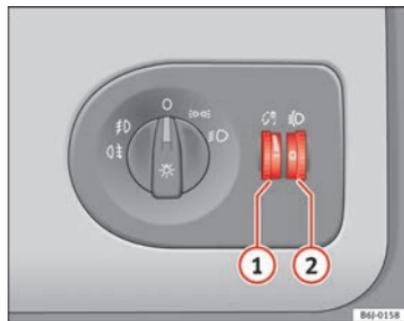

Fig. 58 Tablero de instrumentos: reguladores de la iluminación de instrumentos y mandos y del alcance de los faros
Con las luces encendidas se puede regular la intensidad de la luz de los instrumentos y mandos girando la ruedecilla moleteada → fig. 58 ①.